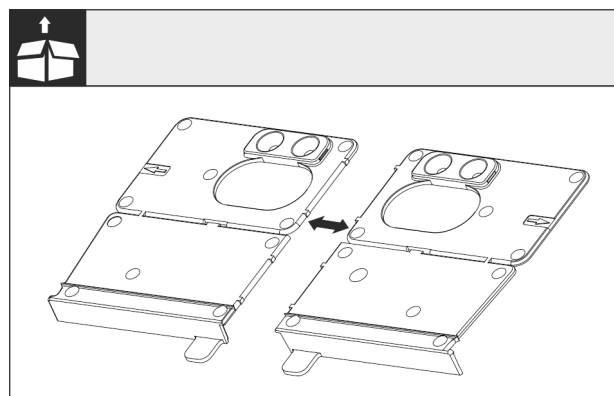

Fig. 27
► Oddelte montážny uholník dna Fig. 27 () na perforácii.